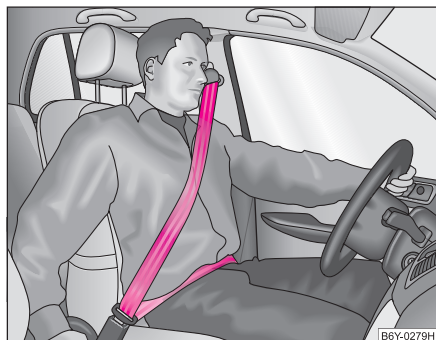

Fig. 107 Centura de siguranță pentru umăr și bazin
- Partea de umăr a centurii nu trebuie să treacă peste gât, ci aproximativ peste mijlocul umerilor și să aibă un contact ferm cu corpul. Partea din dreptul bazinului trebuie să aibă întotdeauna un contact ferm cu bazinul și să fie plasată cât mai jos ⇒ **pagina 132, fig. 107**. Îndreptați cu mâna banda centurii.